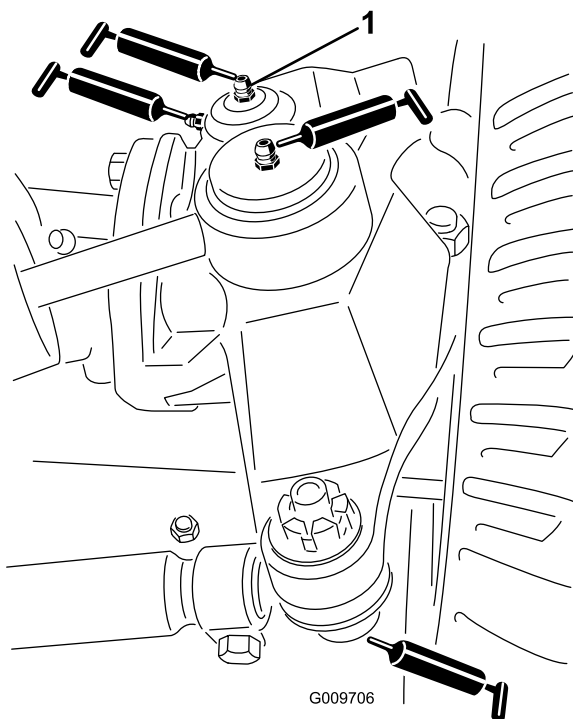

Figura 28
- Giunti a sfera (2) del cilindro di sterzo (Figura 28)
- Giunti a sfera (2) del tirante (Figura 28)
- Boccole (2) sul perno del fuso a snodo (Figura 28) **Il raccordo superiore sul perno del fuso a snodo richiede soltanto una lubrificazione annuale (2 pompate).**